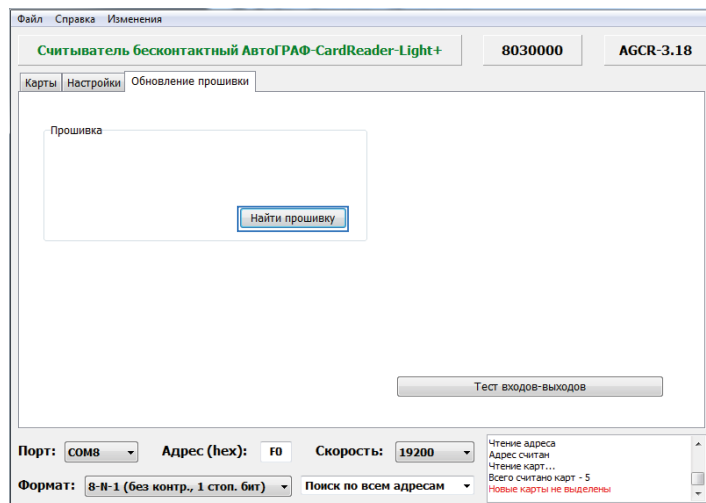

Рис.13. Обновление прошивки.
- в программе перейдите на вкладку «Обновление прошивки» и нажмите кнопку «Найти прошивку» (Рис.13). После этого программа предложит выбрать нужный файл прошивки. Файл прошивки должен иметь формат .egaw.